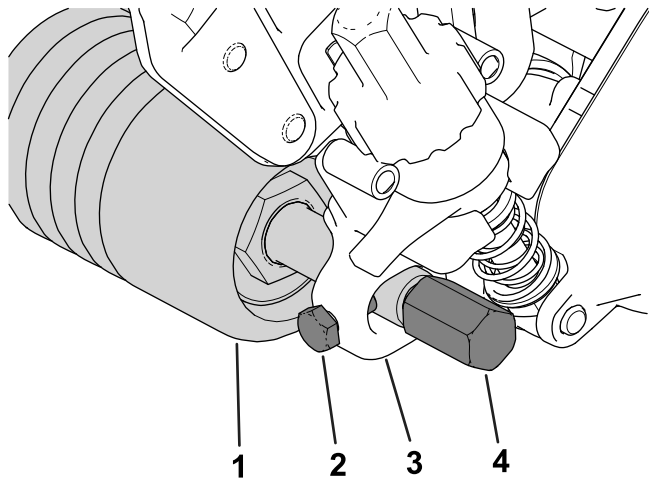
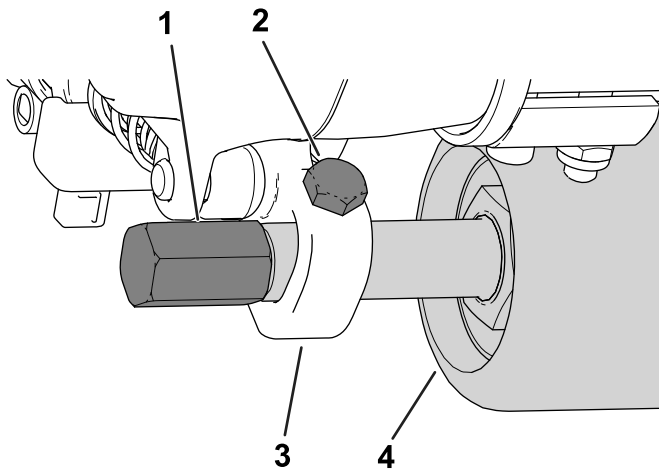

図 14
図 15
5. ローラシャフトを、2つの刈高ブラケットの中央にセットし、取り付けねじ2本で固定する 図 14 または 図 15。
取り付けねじは、刈高ブラケットの前側に取り付ける方法 図 14 と後側に取り付ける方法 図 15 とがある。前側に取り付けると、ローラとグルーマリールがかみ合わない。後側に取り付けると、方法と、ローラとグルーマリールがかみ合う入れ子になる。
- ローラシャフトの左右にグルーマガードを取り付ける 図 14。